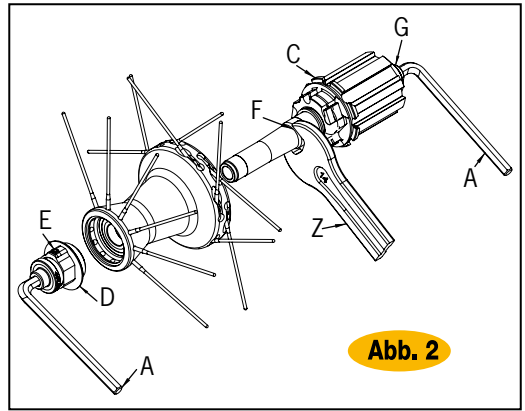

Abb. 2
- Nachdem der Stift der hinteren Radnabe herausgezogen wurde, bleibt der Freilaufkörper (C) mit den entsprechenden Sperrklinken verbunden (Abb.2).